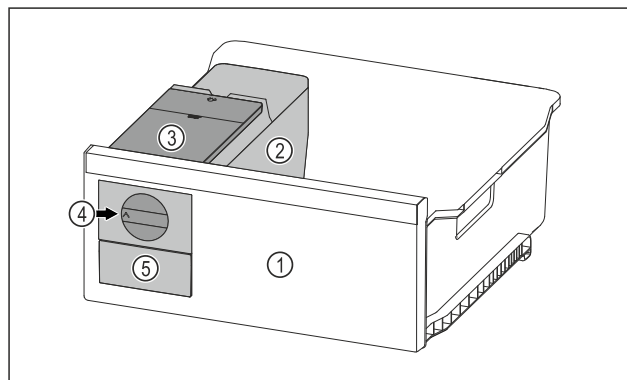

Fig. 70 Simbolična slika
- Vrtljivi gumb Fig. 70 (4) obrnite do konca v smeri urinih kazalcev.
- Kocke ledu iz posode za ledene kocke padajo v predal za ledene kocke Fig. 70 (5).